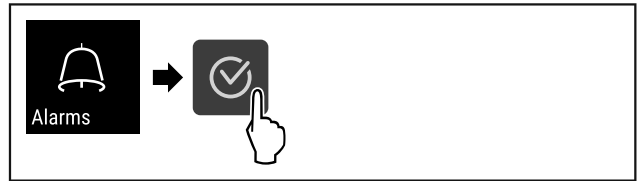

Fig. 117
- ▶ Провести етапи операцій (див. Fig. 117) .